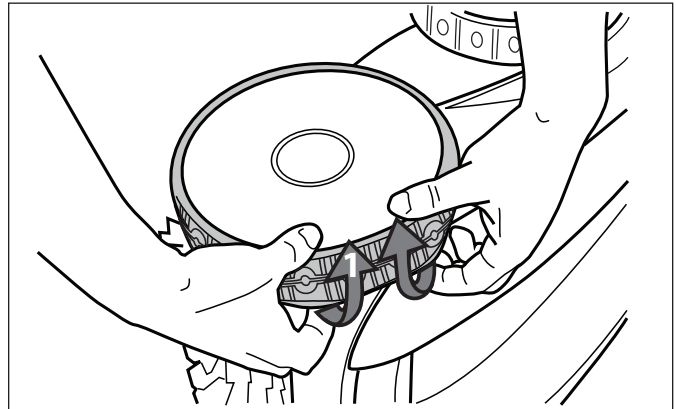

Figure 31. Démontez le pneu utilisé de la roue
1. Tirer sur l'intérieur du pneu utilisé pour dégager le pourtour du pneu de la roue (Figure 31).